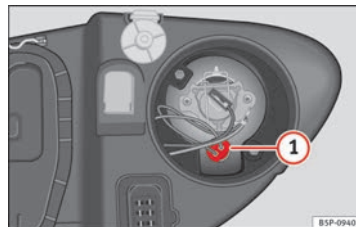

Abb. 189 Standlicht
- Den Lampenträger ⇒ Abb. 189 ① herausnehmen.